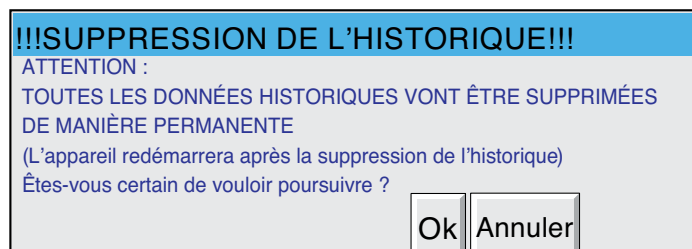

Figure B8.2 Boîte de dialogue de confirmation
2. Appuyez sur la touche "Ok" dans la boîte de dialogue (figure B8.2). Les fichiers historiques de l'enregistreur sont alors supprimés et l'enregistreur est redémarré.